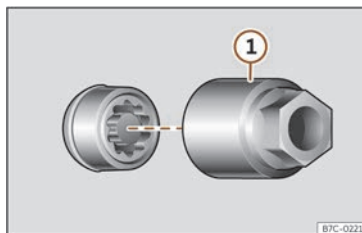

Fig. 232 Boulon antivol de roue avec capuchon et adaptateur.
- Encastrez l'adaptateur spécial >>> **fig. 232 ①** (outillage de bord >>> page 331) sur le boulon de roue antivol jusqu'à la butée.